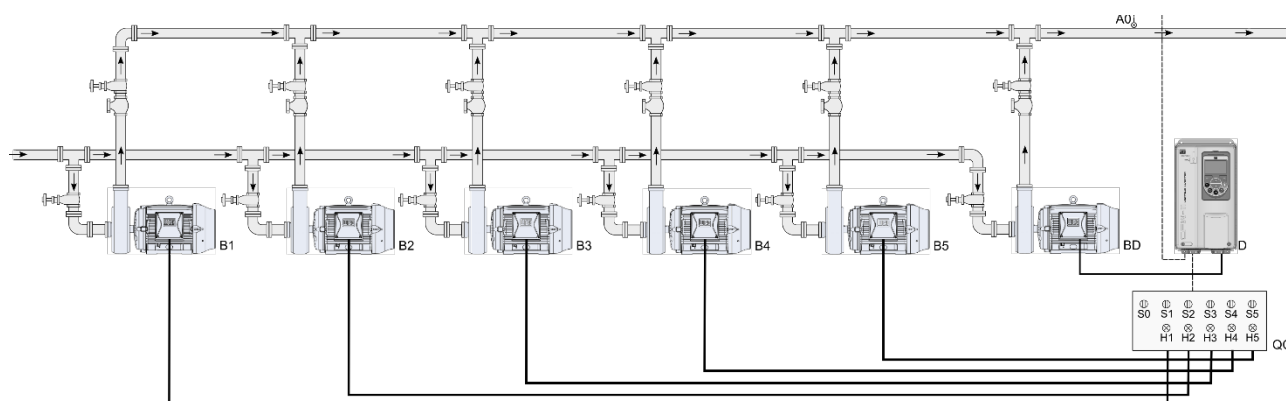

Figura 2.1 – Aplicação Pump Genius Multipump com controle fixo e seis bombas em paralelo
A figura 2.1 apresenta um acionamento típico com seis bombas em paralelo e setpoint do controle via HMI, sendo basicamente composto por:
As bombas 1 a 5 podem ser acionadas por contatores (partida direta ou estrela-triângulo), chaves de partida estática (softstarter), relés inteligentes, etc. As sinalizações H1, H2, H3, H4 e H5 não são necessárias para o funcionamento do Pump Genius Multipump com controle fixo, seis bombas em paralelo e setpoint do controle via HMI, pois servem somente para indicar a condição de funcionamento das bombas no quadro de comando (QC). Na figura 2.1, as sinalizações H1, H2, H3, H4 e H5 vem de contatos auxiliares dos contatores K1, K2, K3, K4 e K5 que acionam as bombas 1, 2, 3, 4 e 5.